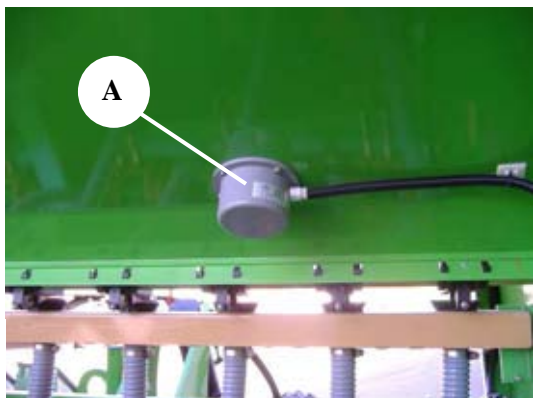

Fig. 26-00
En primer lugar cerciórese de que al llenar la tolva de semillas, el nivel (A) Fig.26-00 ha reconocido en el monitor que hay semilla.